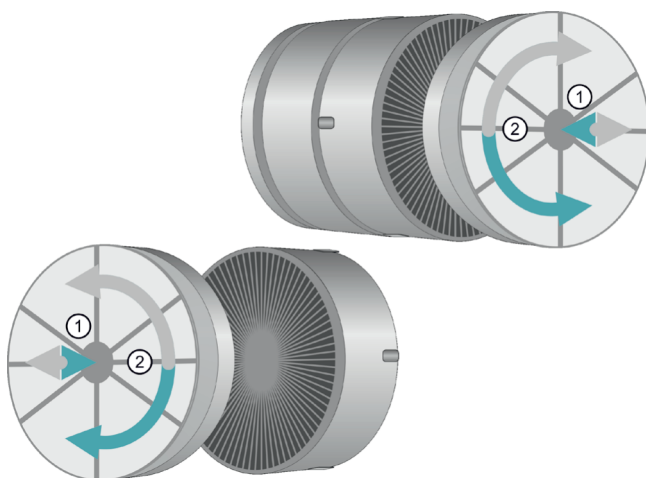

Рис. 14 Установка угольного фильтра
2. Вставьте угольный фильтр и поверните его в часовой направлении. То же самое сделайте со второй стороны мотора (рис. 14).